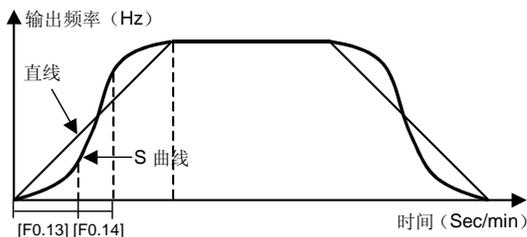

图 6-3 加减速曲线
**LED 个位:** 变频器加减速曲线类型设定。参考图 6-3。
参数[F0.13]和[F0.14]定义了 S 曲线的特征参数, 共分为 3 个阶段, 如图 6-3 所示。加减速起始段是输出频率的斜率从 0 逐渐增大的过程; 加、减速上升/下降段输出频率的斜率保持不变; 加减速结束段变频器输出频率的斜率由大逐渐减小至 0。